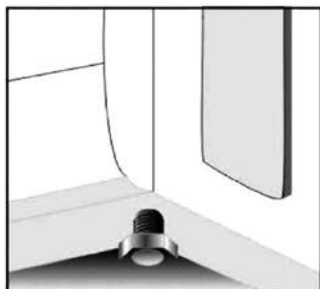

Imagen 8
**Ajuste de las patas:** se pueden ajustar las patas para que la cocina esté nivelada. Sitúe la cocina en su lugar, coloque un nivel sobre la cocina y ajuste el nivel mediante las patas situadas bajo la cocina (Imagen 8).